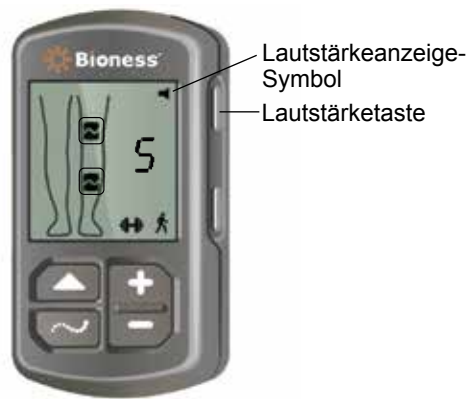

Abbildung 4-10: Lautstärketaste an der Steuereinheit
1. Drücken Sie die Lautstärketaste an der Steuereinheit. Siehe Abbildung 4-10. Daraufhin verschwindet das oben rechts im Display angezeigte Lautstärkesymbol.
1. Drücken Sie die Lautstärketaste an der Steuereinheit. Siehe Abbildung 4-10. Daraufhin erscheint oben rechts im Display ein Lautstärkesymbol.